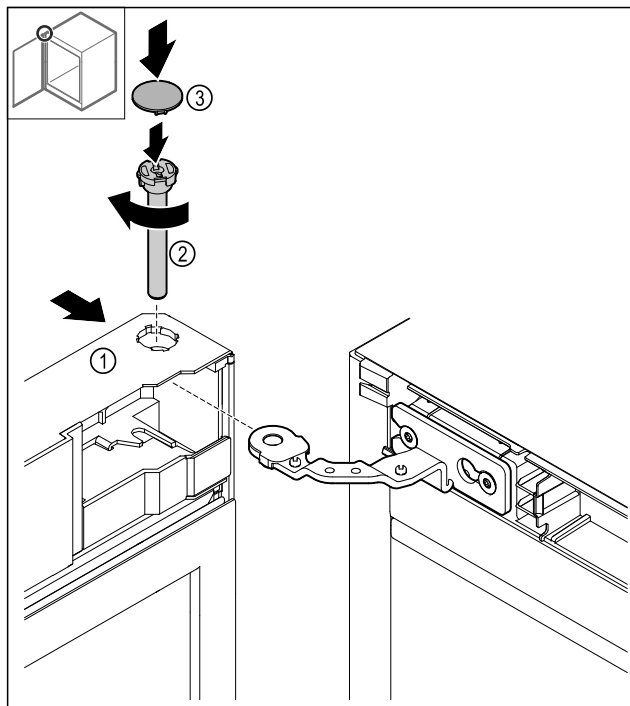

Fig. 47
- Skjut på dörren Fig. 47 (1) upp till på gångjärnet.
- Sätt in stiftet Fig. 47 (2) och skruva fast det medurs.
- Sätt på skyddet Fig. 47 (4).